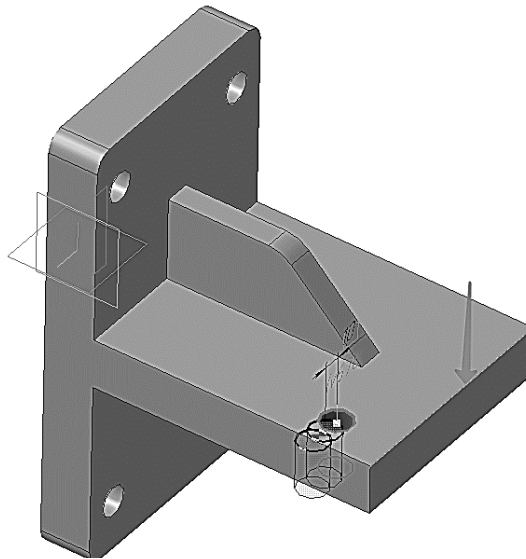

Рис. 78. Выбор первой оси массива
7.4 В модели укажите прямолинейное ребро, которое будет являться первой осью массива (рис. 78).